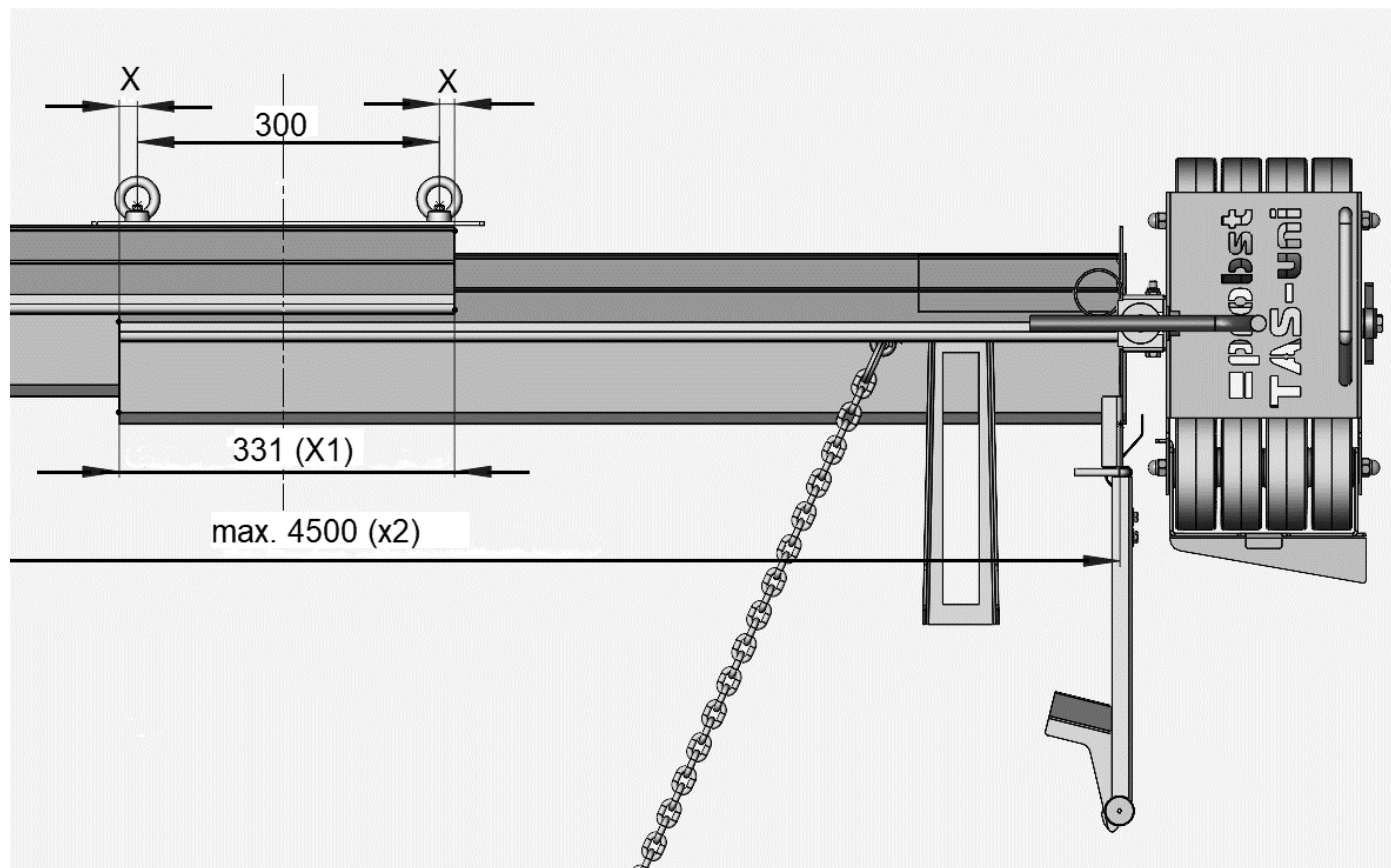

Bild 1
Die Abziehprofile werden mittels einer Klemmschiene **bündig** (- - -) miteinander verbunden und mit den Ringschrauben geklemmt. (siehe Bild 1).
Bei der Einstellung der maximal Abzieh-Breite (X2) von **4500 mm**, ist eine minimale Überlappung (X1) der einzelnen Abziehprofile von 331 mm zulässig (→ Bild 1)
Beide Muttern (2) auf der Außenseite des TAS-UNI-DP lösen.  $\rightarrow$  Bild 1